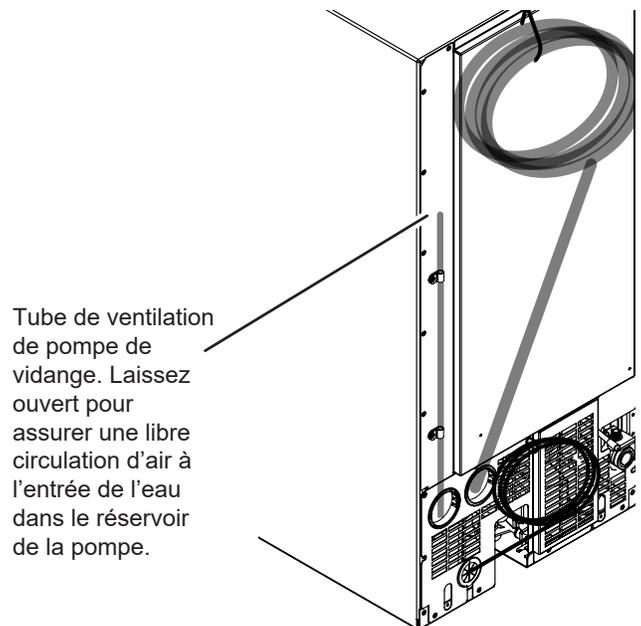

Figure 13: Emplacement du tube de ventilation.
- d. Le tube de ventilation à l'arrière de l'appareil est bien ouvert (Figure 13).